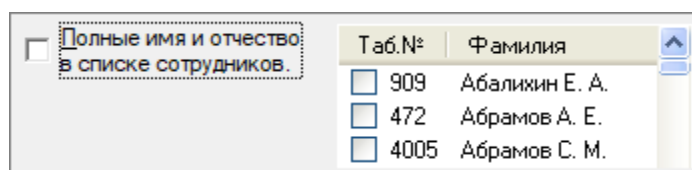

Рисунок 9-33 Выключенный параметр "Полные имя и отчество в списке сотрудников"
- Если флаг снят, то в списке сотрудников на панели параметров отчета вместо полных имени и отчества будут отображаться инициалы (см. Рисунок 9-33).